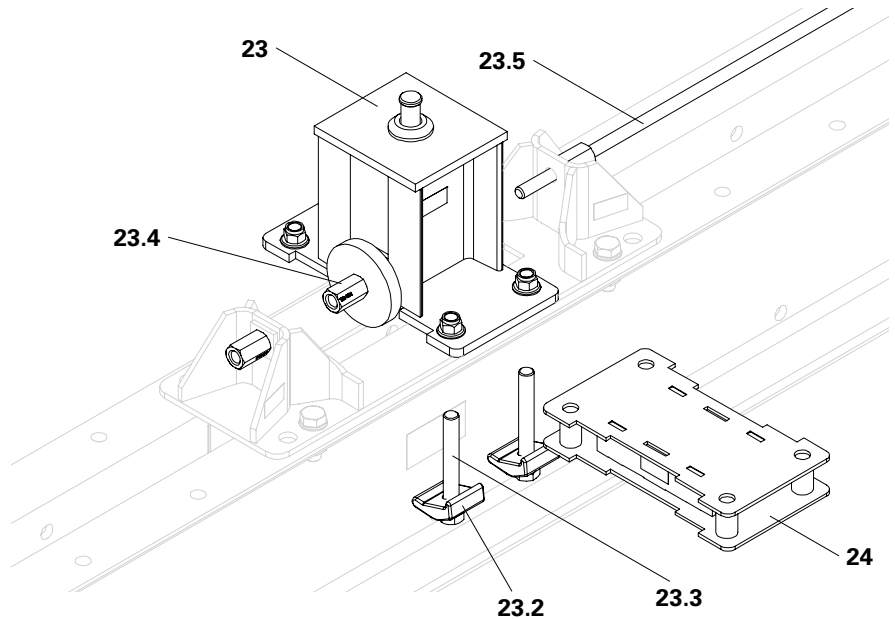

Fig. A4.03
3. Sollevare la parte superiore del supporto orizzontale (23).
4. Interporre l'adattatore per inclinazione trasversale (24) posizionandolo in modo che i fori siano allineati con la parte superiore del supporto orizzontale.
- (Fig. A4.03)
6. Avvitare a fondo il supporto orizzontale (23) con i morsetti (23.2) e le viti (23.3).